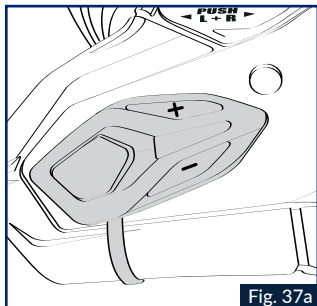
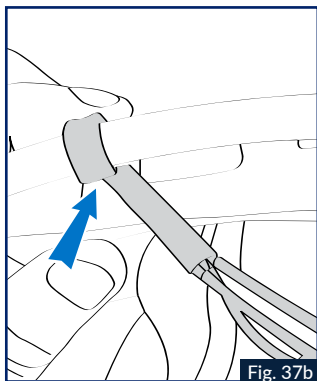

Fig. 37a
Fig. 37b
8. Applicare il gruppo comandi principale nella sede prevista (Fig. 37a) con il biadesivo presente sul gruppo, inserire il cavo piatto tra la calotta e il guanciale in polistirolo a sinistra del rivestimento della clip (pezzo rosso) come indicato nella Fig. 37b.